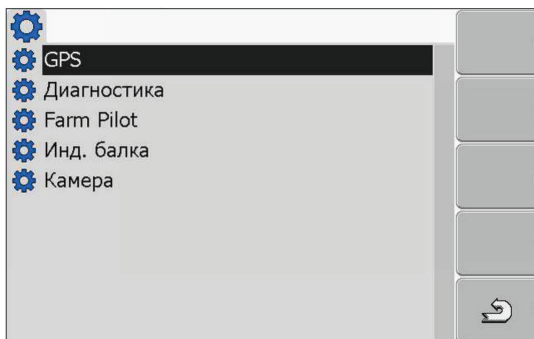

Рисунок 3.18 – Шаблон установки драйвера
– **Service** – **Установка драйвера** (рисунок 3.18).